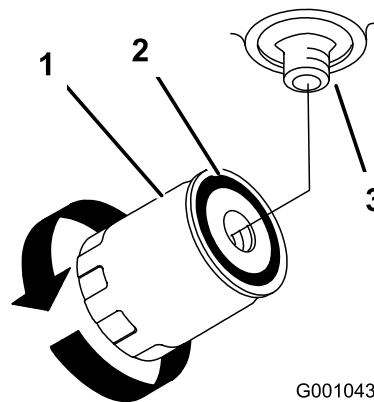

Bild 71
4. Entfernen Sie den Altfilter und wischen die Dichtfläche am Anbaustutzen (Bild 71) ab.
7. Drehen Sie den Filter nach rechts bis die Gummidichtung den Anbaustutzen berührt. Ziehen Sie ihn dann um eine weitere 1/2 Umdrehung fester (Bild 71).